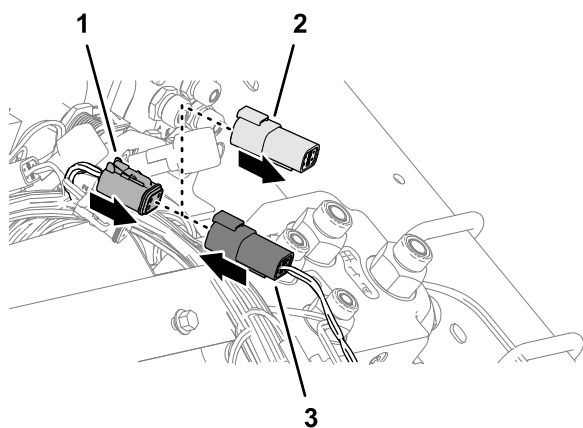

**Figura 91**
2. Ligue o conector da cablagem de 12 tomadas identificado com EHI A KEY (GREY) no conector de 12 pinos da válvula de direção EHI (Figura 91).
3. Ligue o conector da cablagem de 2 tomadas identificado com EHI SOLENOID no conector de 2 pinos do solenóide EHI (Figura 91).